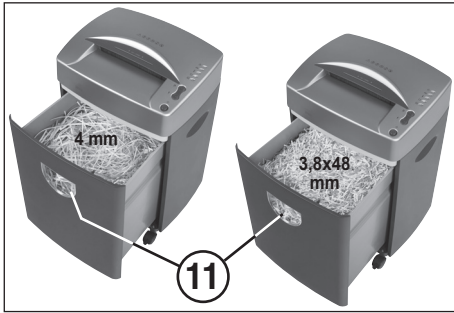

Abb. 3
FÜLLSTANDSANZEIGE DES AUFFANGBEHÄLTERS (Abb. 3):
Wird das Schnittgut im Kontrollfenster zur Füllstandsanzeige (11) (Abb. 3) sichtbar, muss der Auffangbehälter entleert werden.
ENTLEEREN DES AUFFANGBEHÄLTERS (Abb. 3):